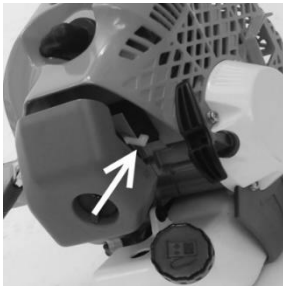

Рисунок 11
4.1.7 Встановіть важіль повітряної засувки в середнє положення (рис.11).